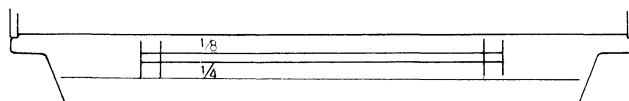

Fig 3.15 Markering för injustering av papperets övre kant
- b) Om arket inte är tillräckligt långt för att kanterna ska kunna justeras, gör det i stället med papperets överkant, och markeringarna på traktormatningsenheten. Se fig 3.15.
2. Om papperet sätts på linjen som är markerad 1/4, se fig 3.15, startar utskriften från ett läge 28,6 mm under papperets övre kant.